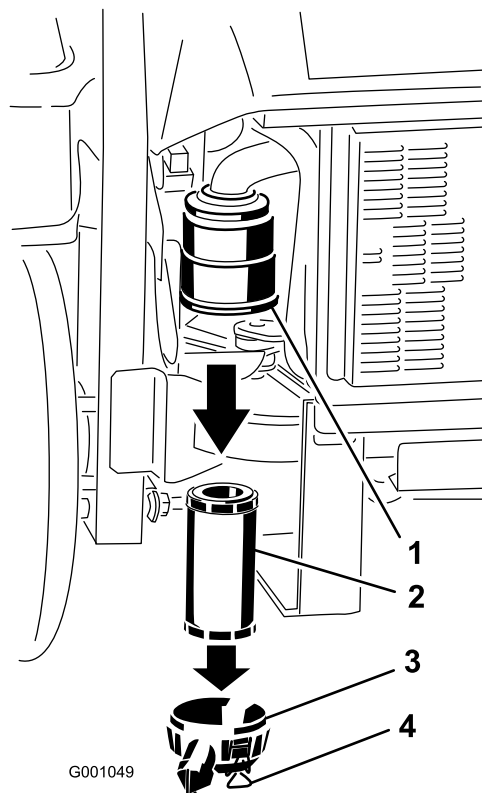

Figura 52
3. Liberte os trincos do filtro de ar e empurre a cobertura do filtro de ar para fora do corpo do filtro de ar (Figura 52).
5. Deslize suavemente o filtro para fora do corpo do filtro (Figura 52).